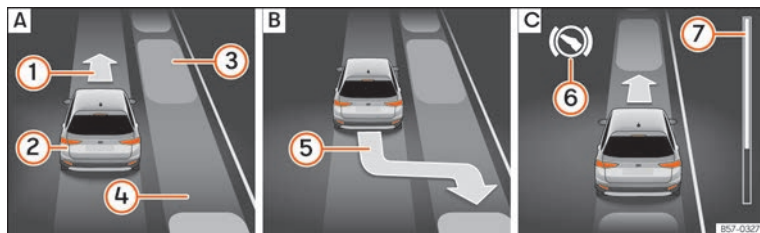
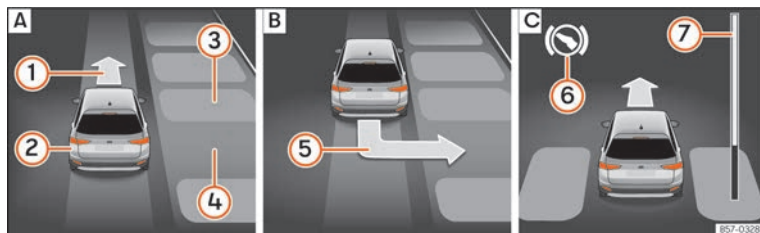

Abb. 282 Am Bildschirm des Kombi-Instruments: parallel zur Fahrbahn einparken. **A** Parklücke suchen. **B** Position zum Einparken. **C** Rangieren.
Abb. 283 Am Bildschirm des Kombi-Instruments: quer zur Fahrbahn einparken. **A** Parklücke suchen. **B** Position zum Einparken. **C** Rangieren.
Legende zu **Abb. 282** und **Abb. 283**:
» **Abb. 282** ⑦ und » **Abb. 283** ⑦ am Bildschirm des Kombi-Instruments zeigt symbolisch die noch zu fahrende relative Fahrstrecke an. Je länger die Distanz ist, desto größer ist der Füllstand des Fortschrittsbalkens. Bei Vorwärtsfahrt nimmt die Füllung des Fort-
2.	Schauen Sie auf der Bildschirmanzeige im Kombi-Instrument, ob die Parklücke als „geeignet“ erkannt wurde und ob die korrekte Position zum Einparken »» Abb. 282 [B] oder »» Abb. 283 [B] erreicht wurde.
Fahren Sie rückwärts, bis das Dauertonsignal des ParkPilot ertönt. ODER: fahren Sie zurück, bis auf dem Bildschirm des Kombi-Instruments die Anzeige für Vorwärtsfahren »» Abb. 282 [C] oder »» Abb. 283 [C] erscheint.
6.	ODER: fahren Sie zurück, bis am Bildschirm des Kombi-Instruments die Meldung Park Assist beendet erscheint. Die Fortschrittsanzeige (7) zeigt den zurückzulegenden Abstand an »» Seite 329.
7.	Treten Sie auf das Bremspedal, bis die Lenkbewegungen des Parklenkassistenten beendet sind ODER: bis das Symbol (S) am Bildschirm des Kombi-Instruments erlischt.
9.	Fahren Sie vorwärts, bis das Dauertonsignal des ParkPilot ertönt. ODER: fahren Sie vorwärts, bis am Bildschirm des Kombi-Instruments die Anzeige zur Rückwärtsfahrt erscheint. Der Parklenkassistent lenkt das Fahrzeug vorwärts und rückwärts bis es in der Parklücke zentriert ist »» Abb. 282 [C] oder »» Abb. 283 [C] .